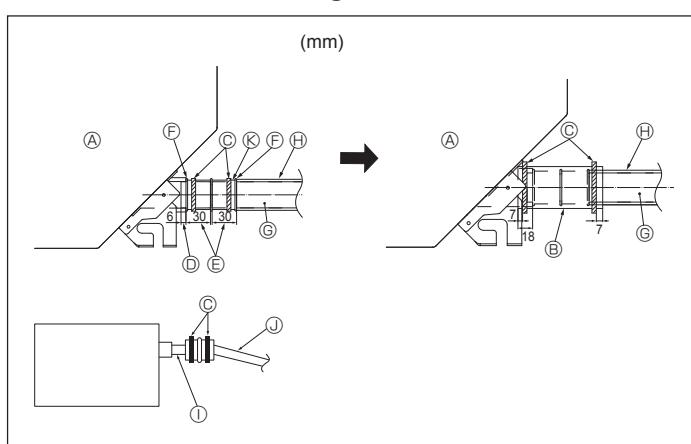

Fig. 5-2
1.Tilslut drænmuffen (følger med enheden) til drænporten. (Fig. 5-2)